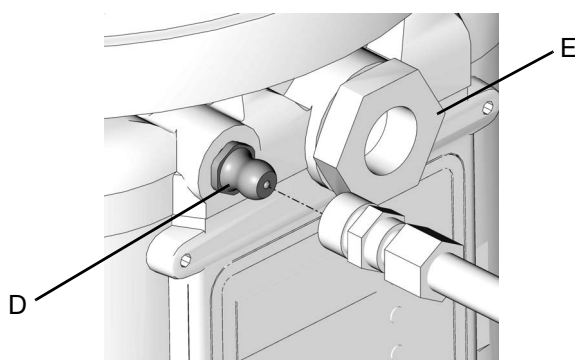

Рис. 23
1. Подсоедините заправочный шланг к впускному фитингу масленки (D) (Рис. 23).
1. Подсоедините заправочный шланг к впускному фитингу (D) (Рис. 23).